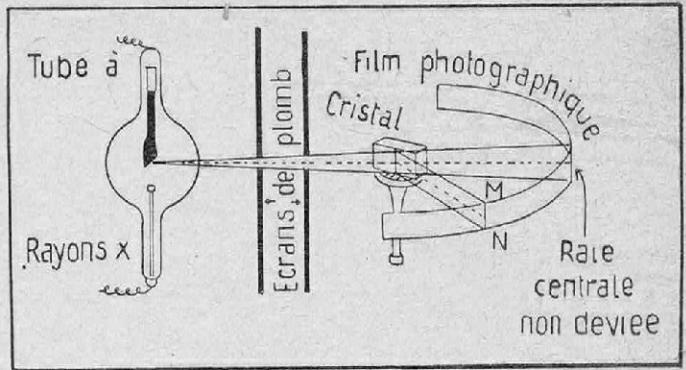
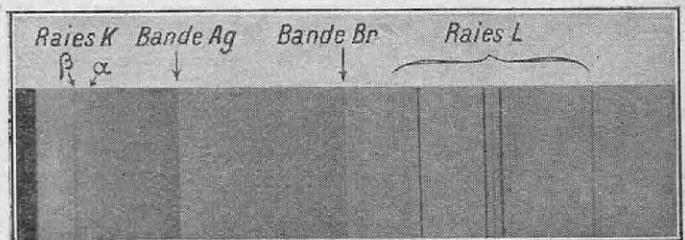

FIG. 7. — MÉTHODE DU CRISTAL TOURNANT
FIG. 8. — EXEMPLE DE SPECTRE X
Historiquement, la première méthode de décomposition des rayons X fut celle dite « du cristal tournant », imaginée en 1913 par William-Henry Bragg et son fils (1). L'année d'après, notre compatriote Maurice de Broglie reprit le même principe, en enregistrant le spectre total sur un film photographique circulaire (fig. 7). Ce spectro-
(1) Voir *La Science et la Vie*, n° 258, page 446.
(2) Nous le montrerons dans un prochain article.
mètre repose sur une « propriété focalisatrice » importante, que l'on démontre géométriquement : lorsque la face d'entrée du cristal prend successivement deux directions différentes, une même radiation se réfléchit en deux endroits différents, mais vient se « focaliser » en une seule et même place *E F*. La figure 8 reproduit un spectre d'émission du tungstène, obtenu ainsi par de Broglie.
Le procédé le plus usuel (1) d'obtention des rayons X consiste à lancer un faisceau d'électrons rapides contre une cible (fig. 7, à gauche). On observe alors deux sortes de spectres, dont la figure 8 nous donne une idée :
(1) Une autre méthode consiste à produire des rayons X secondaires (ou rayons de fluorescence), car un faisceau primaire, tombant sur un solide, donne naissance à de nouveaux rayons X (qui, eux, sont exclusivement formés d'un spectre caractéristique, sans fond continu).
Le fond continu est limité du côté des hautes fréquences, par exemple, aux endroits marqués « bande Ag » et bande Br » de la figure 8, comme l'ont prouvé Duane et Hunt en 1915. Cette loi se comprend facilement, lorsqu'on connaît la définition de l'électron-volt et l'énergie des corpus-
Les raies fines, marquées $K\alpha$, $K\beta$ et L sont dues au tungstène du tube producteur de rayons X ; les bandes Br et Ag proviennent de l'absorption dans la couche de gélatinobromure d'argent du film photographique (fig. 7). Les fréquences décroissent de la gauche vers la droite (à partir de la raie centrale qui apparaît en noir à gauche sur le cliché).
Ce spectre est brusquement limité vers les hautes fréquences (fig. 8). Lorsque la tension appliquée au tube augmente, les intensités s'accroissent dans de très fortes proportions, et le maximum se déplace vers les fréquences élevées. (On dit que le rayonnement devient de plus en plus « dur »).
La figure représente un noyau de tungstène, avec son nuage, qui a, en tout, six niveaux d'énergie. Un électron du niveau K a été délogé par choc, jusqu'au niveau L, par exemple; il ne tarde pas à retomber de L en K, ce qui produit l'émission de la raie $K\alpha$ (fig. 8).
$K \rightarrow L$ $K \rightarrow M$ $L \rightarrow M$, etc., puis cet électron retombe sur le niveau primitif en émettant une raie de fréquence bien déterminée (fig. 8).
2° Un spectre caractéristique, différent pour chaque élément, formé de raies fines (fig. 8) et prenant naissance dans le nuage électronique qui entoure le noyau.
(1) Nous laissons donc ici de côté (pour y revenir prochainement) le cas où l'obstacle est de nature cristalline (empilements ordonnés d'atomes) : il y a alors diffusion dans certaines directions privilégiées (ou « diffraction »).
(3) Comme on vient de le voir, et nous n'y revenons plus.
Deux points retiendront notre attention. Le premier, c'est que les spectres d'absorption rappellent à la fois le spectre continu d'émission et le spectre des raies caractéristiques (d'émission également). L'absorption s'étend, en effet, sur un large domaine, et, de plus, elle cesse brusquement pour une fréquence, qui obéit à nouveau à la loi de Moseley, quand on passe d'un élément chimique à un autre. On s'en rend compte par un nouveau coup d'œil sur le cliché de la figure 8, qui concerne le brome et l'argent : c'est Maurice de Broglie qui montra, dès 1913, en se servant du cristal tournant (fig. 7), que le spectre continu photographié présente des coupures brusques (appelées « discontinuités d'absorption »), de telle sorte que le phénomène d'absorption sélective débute par une fréquence qu'il est ainsi possible de déterminer avec une grande précision (1).